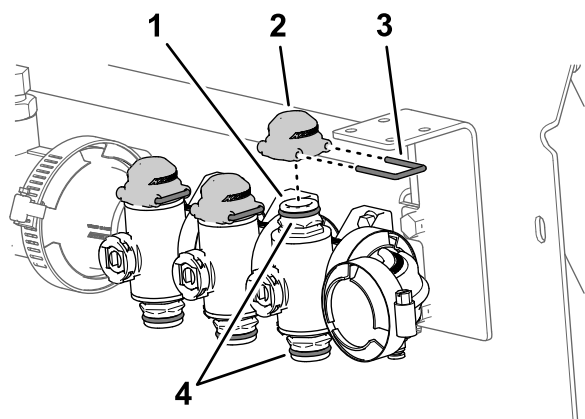

Figura 50
5. Lubrique las juntas tóricas superiores e inferiores en el acoplamiento rápido del distribuidor con la grasa proporcionada con el tapón del acoplamiento rápido (Figura 50).
6. Monte los 3 tapones en los acoplamientos rápidos de los 3 distribuidores (Figura 50).
7. Sujete los 3 tapones a los 3 acoplamientos rápidos con las 3 horquillas de retención (Figura 50).